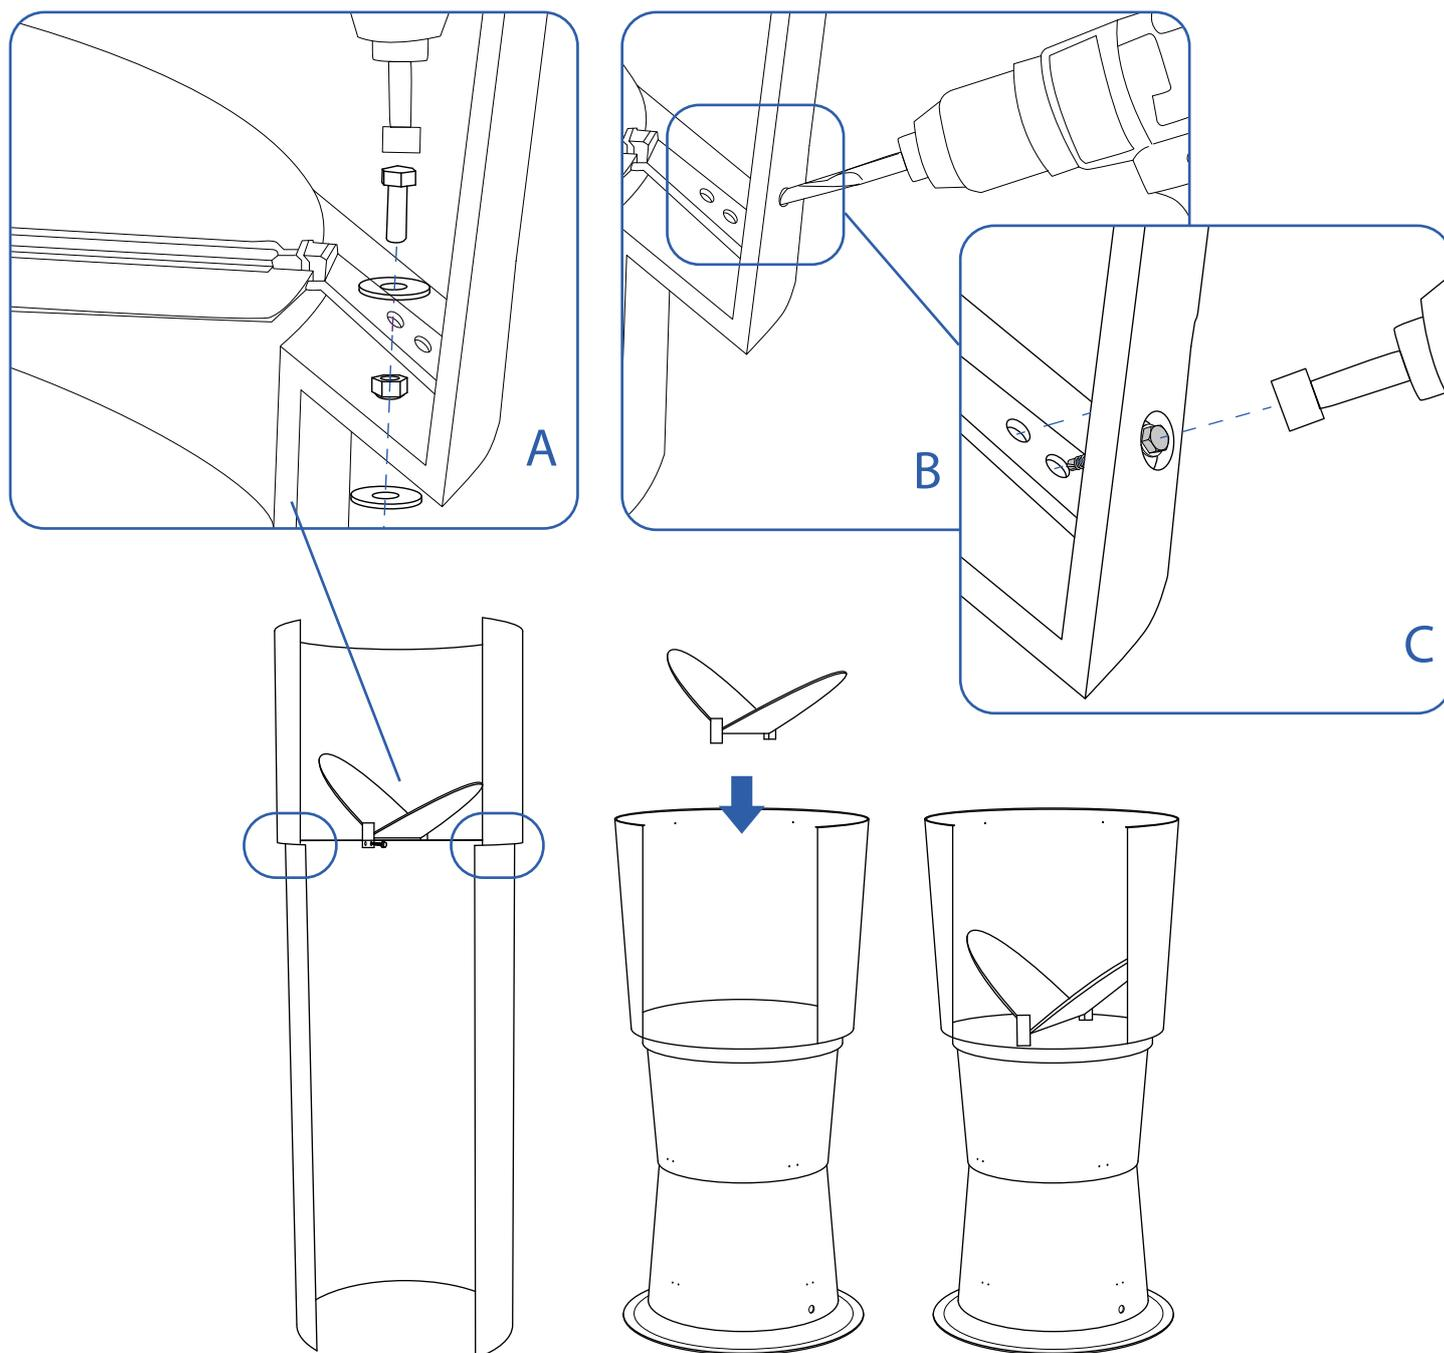

Fig. 48. Montaje de la válvula de mariposa en las chimeneas rectas estándar y en las chimeneas cónicas apilables
- Una vez alineada y posicionada la válvula de mariposa en la chimenea marcaremos los agujeros y taladraremos con una broca de 5,5 o 6 mm, colocaremos 1 tornillo M5x20 DIN933, 2 arandelas M5 DIN125 y 1 tuerca M5 DIN985 (A) (Fig. 48). También podemos realizar un agujero en la chimenea, unos milímetros más grande que el diámetro de la cabeza del tornillo (B) (Fig. 48), y aprovecharemos este agujero para realizar el taladro de los agujeros previamente marcados. (C) (Fig. 48).